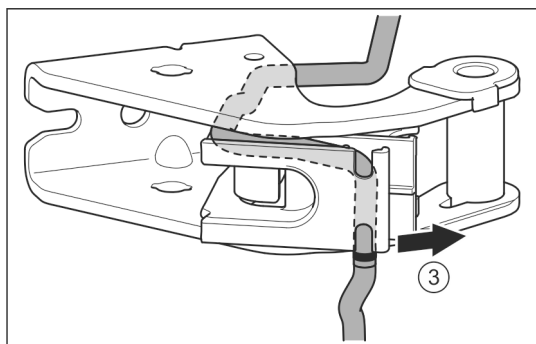

Fig. 25
- ▶ Απελευθερώστε το καλώδιο από τον οδηγό. Fig. 25 (3)